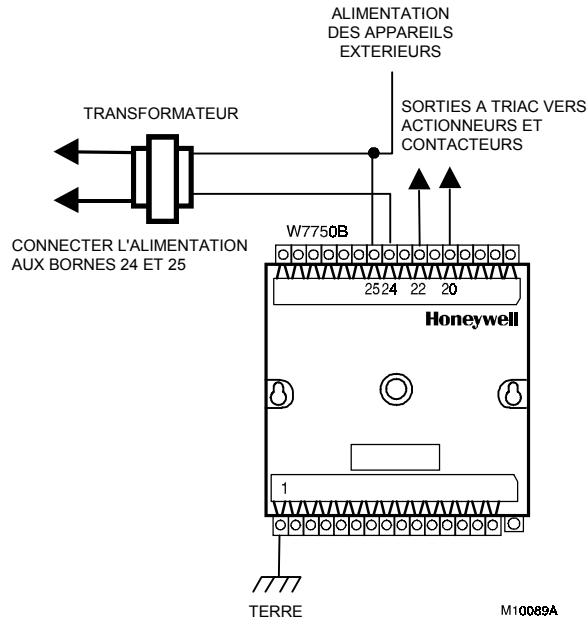
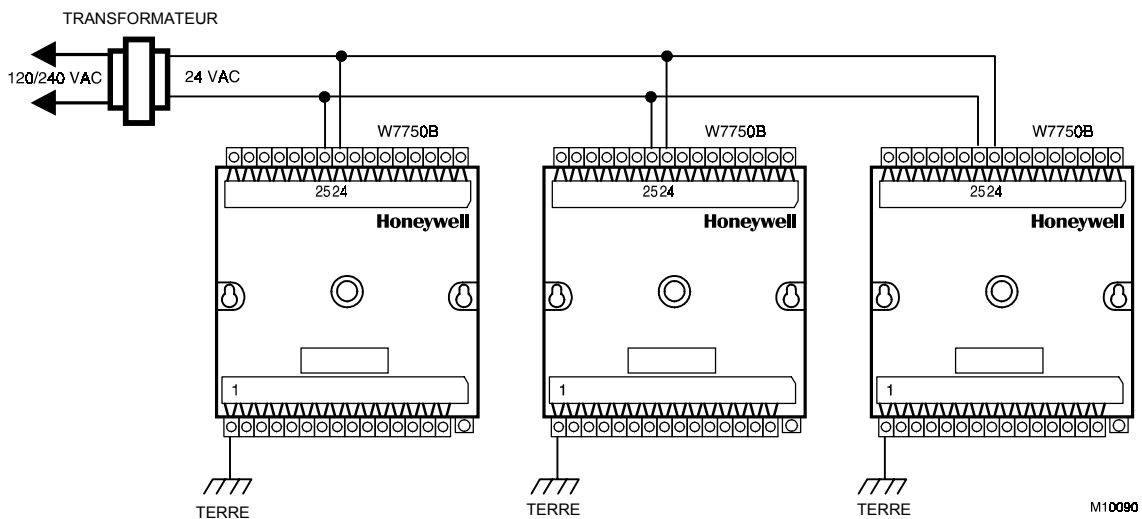

Fig. 4. Câblage de l'alimentation pour un seul Excel 10 par transformateur.
Fig. 5. Câblage de l'alimentation pour plusieurs Excel 10 par transformateur.
- Si plusieurs régulateurs sont alimentés par un seul transformateur, le même côté du secondaire de celui-ci doit être relié à la même borne d'alimentation de chaque régulateur. La borne de masse (1 sur le W7750A,B) doit être reliée à une terre vérifiée pour chaque régulateur du groupe. Voir Fig. 5.
Chaque régulateur W7750A,B doit être alimenté en 24 V AC par une source d'alimentation de classe II à limitation d'énergie. Plusieurs W7750A,B peuvent être alimentés par un seul transformateur. La Fig. 4 montre le câblage pour un régulateur et la Fig. 5 montre le câblage pour plusieurs régulateurs alimentés à partir d'un seul transformateur.
- Connexions d'alimentation 24 V AC Si plusieurs régulateurs sont alimentés par le même transformateur, vérifier que le secondaire du transformateur est relié à la même borne d'entrée sur chaque W7750. Voir Fig. 5.
- Câblage du régulateur. Vérifier que chaque régulateur est relié (borne 1) à une terre vérifiée, que cette liaison est la plus courte possible et qu'elle est réalisée avec la plus grande section de fil disponible (jusqu'à 2,0 mm2 avec un minimum de 1,0 mm2). Voir Fig. 4.